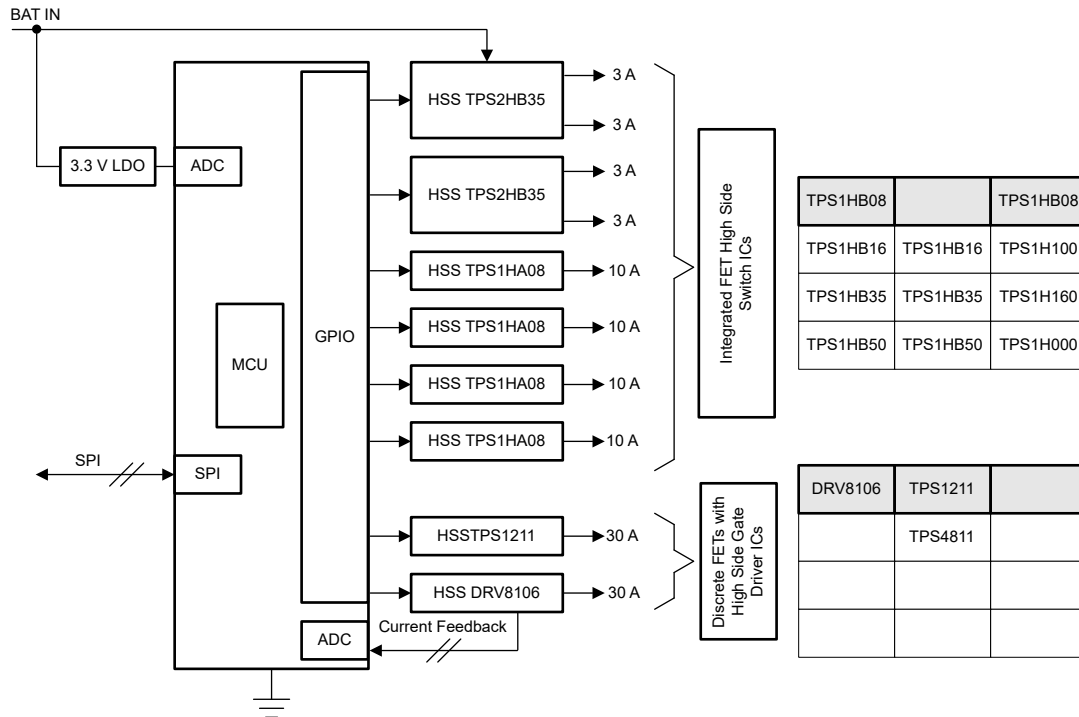
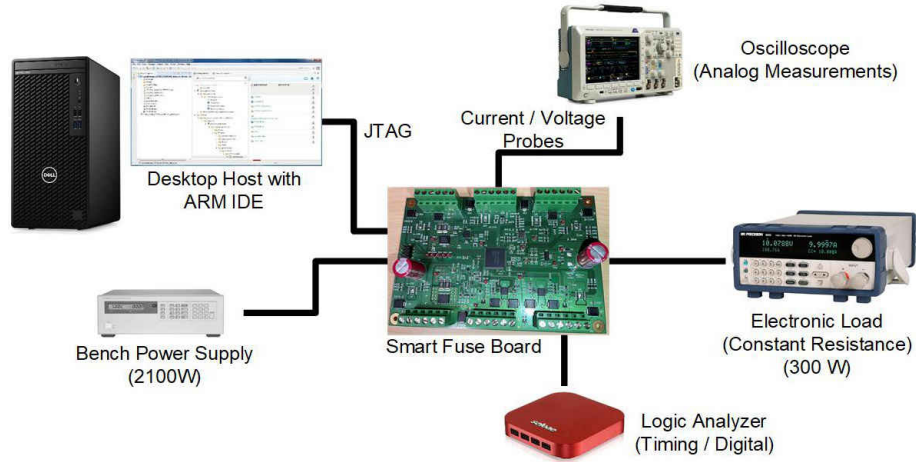

图 1. 德州仪器 (TI) 智能保险丝设计
图 4. 智能保险丝电路板测试设置
本文论述了德州仪器 (TI) 对智能保险丝设计在不同电流电平下的调查研究。图 1 展示了所实施的智能保险丝设计的方框图。负载电流小于 10A 时，此实施方案中使用了 TI 的高侧开关，如 TPSXHBXX-Q1 和 TPSHXXX-Q1。负载电流高于 10A 时，TPS1211x-Q1、TPS4811x-Q1 和 DRV8106-Q1 器件 (添加了外部 MOSFET) 用于实现智能保险丝设计。当然，所有这些器件都集成了电流检测功能。因此，可轻松实现基于限流的导线保护，或在微控制器 (MCU) 中使用模数转换器 (ADC) 来测量负载电流并实施复杂的 I²T 导线保护方案。
基于限流的导线保护通常成本较低且比较简单，可有效地用于限制浪涌、过流和短路期间的电流。图 1 所示的 TI 高侧开关具有可调节限流功能；可使用 ILIM 引脚上的电阻器轻松配置电流限值。
如果无法确定负载电流行为，例如电子控制单元 (ECU) 非常复杂，并驱动多种不同类型的负载，或如果负载为灯泡，则 I2T 导线保护方案比限流保护更有效。图 4 展示了图 1 中方框图基于 I2T 的实现方案。在这种情况下，I2T 保护算法在 MCU 中实现。
图 4 展示了智能保险丝设计的时间-电流特性。在该图中，曲线的第 1 段是标称工作电流，例如低于 10A 的电流。在第 1 段中，开关正常工作、无关断。曲线的第 2 段显示了 I^2 对时间的积分。在此段中，当间隔值达到预定义阈值时，高电平开关被调优。曲线的第 3 段是可选的，用于电流测量范围-分辨率之间的权衡。最后，曲线的第 4 段是高侧开关立即关断的区域。此过流功能可在 TI 高侧开关和控制器设计中轻松实现。